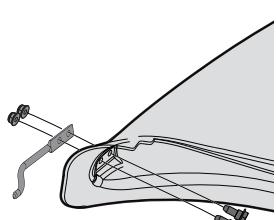

Figure 14
1. À partir de l'intérieur du coude, insérez 2 boulons (738-1225) du kit de quincaillerie (689-02199) dans les trous situés à la base de l'avant de la goulotte. Voir Figure 14.
2. Placez la tige de montage (747-06309) fournie dans le kit de quincaillerie (689-02199) sur les 2 boulons, avec l'extrémité coudée tournée vers la bouche de la goulotte. Voir Figure 14.
3. Serrez les écrous autobloquants (712-04064) fournis dans le kit de quincaillerie (689-02199) sur les boulons. Voir Figure 14.